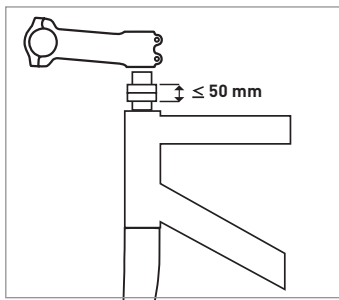

Figure 4
3. La pile d'entretoises entre le jeu de direction et la potence ne doit pas dépasser 50 mm (figure 4).